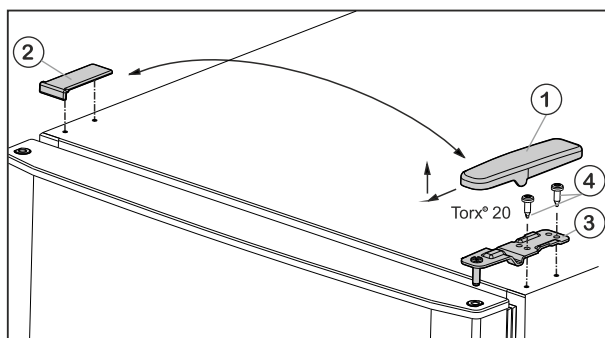

Fig. 5
- Estrarre la copertura Fig. 5 (1) tirandola in avanti e verso l'alto.
- Staccare la copertura Fig. 5 (2).
- Svitare il blocco di supporto superiore Fig. 5 (3) (2 x Torx® 20) Fig. 5 (4) ed estrarre tirando verso l'alto.
- Inserire il blocco di supporto superiore Fig. 5 (3) sul nuovo lato della cerniera nella porta.
- ▶ Avvitare il cuscinetto di supporto superiore **saldamente (con 4 Nm)** (2 giri con chiave Torx® 20) Fig. 5 (4). Eventualmente utilizzare un avvitatore a batteria.
- ▶ Applicare il coperchio Fig. 5 (1) sul lato opposto dall'esterno e bloccarlo.
- ▶ Applicare il coperchio Fig. 5 (2) sul lato opposto dall'alto e bloccarlo.